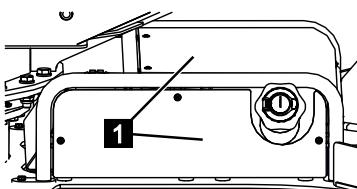

Abb. 236
4. Abdeckung (Abb.236/1) abschrauben.